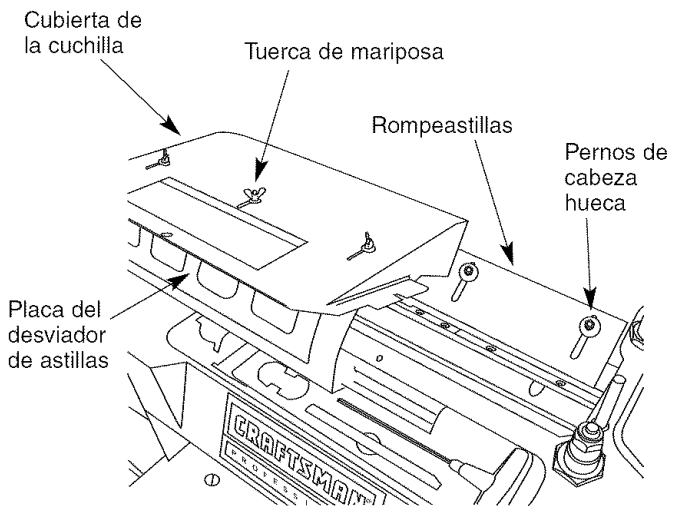

Figura 15 – Colocando el Rompeastillas
- Retire el calibrador de ajuste de barrenas y vuelva a colocar la cubierta de la cuchilla y el desviador de astillas. Verifique que la placa del desviador de astillas no interfiera con las barrenas (véase la Figura 15). De ser necesario, ajuste la placa mediante las tuercas de mariposa.